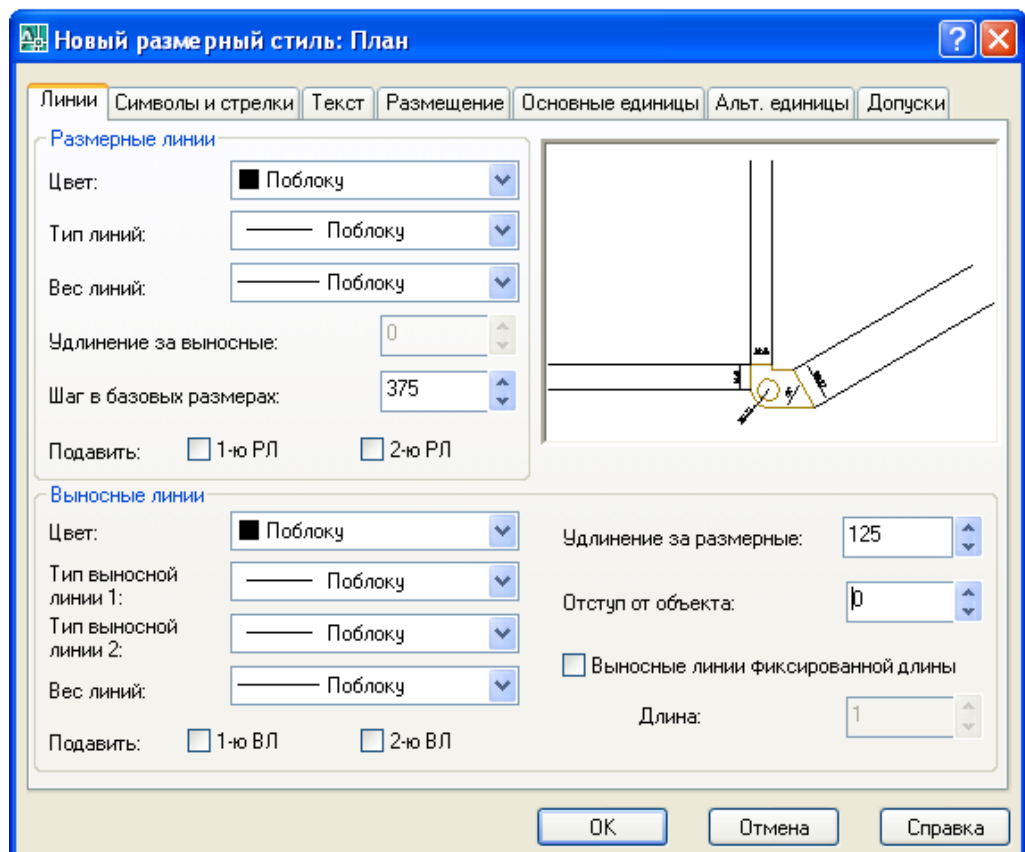

Рис. 3.70. Новый размерный стиль. Вкладка **Линии**
- ◆ шаг в базовых (вкладка **Линии**, Рис. 3.70) – 375 мм;
- ◆ удлинение за размерные (вкладка **Линии**, Рис. 3.70) – 125 мм;
- ◆ размер двойной засечки (вкладка **Символы и стрелки**, Рис. 3.70) – 300 мм;